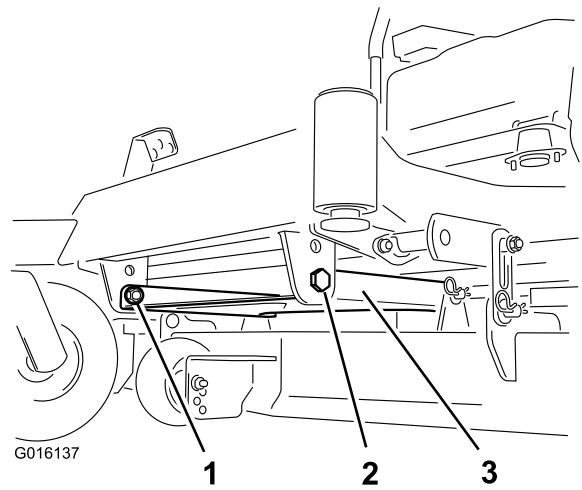

Bild 1
- Für alle MX Titan-Maschinen und alle Maschinen mit einem 121,9 cm Mähwerk (60") müssen die zwei Muttern und Schrauben entfernt werden, mit denen die Vorderseite der Mähwerkgehäusewanne befestigt ist (Bild 1).
- Für alle MX Titan-Maschinen und alle Maschinen mit einem 152,4 cm Mähwerk (60") muss die Vorderseite der Mähwerkgehäusewanne mit den vorher entfernten Muttern und Schrauben befestigt werden (Bild 1).